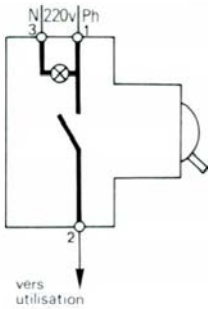

fig. 1 - version unipolaire.
- en amont de l'inter pour indication présence tension et pour repérage aisé de l'interrupteur dans l'obscurité (fig. 1 et 2),